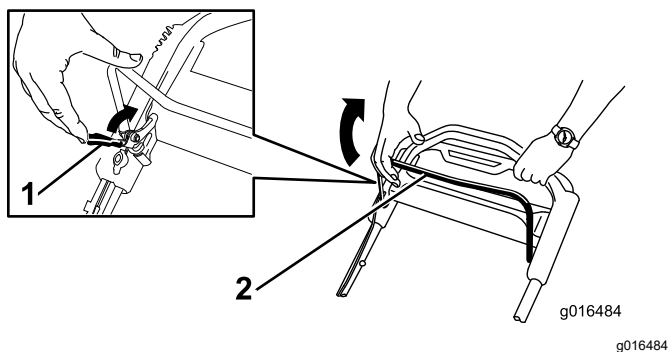

Figure 20
1. Tirez le dispositif de blocage de la barre de commande des lames vers la barre de commande (Figure 20).
2. Serrez **lentement** la barre de commande des lames contre le guidon (Figure 20).